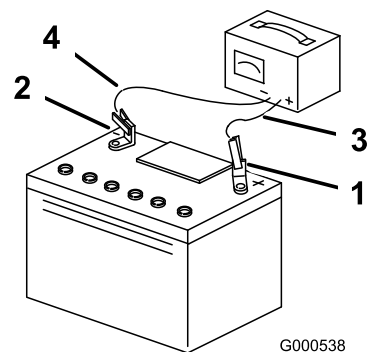

Figure 45
4. Quand la batterie est chargée au maximum, débranchez le chargeur de la prise, puis débranchez les fils du chargeur des bornes de la batterie (Figure 45).